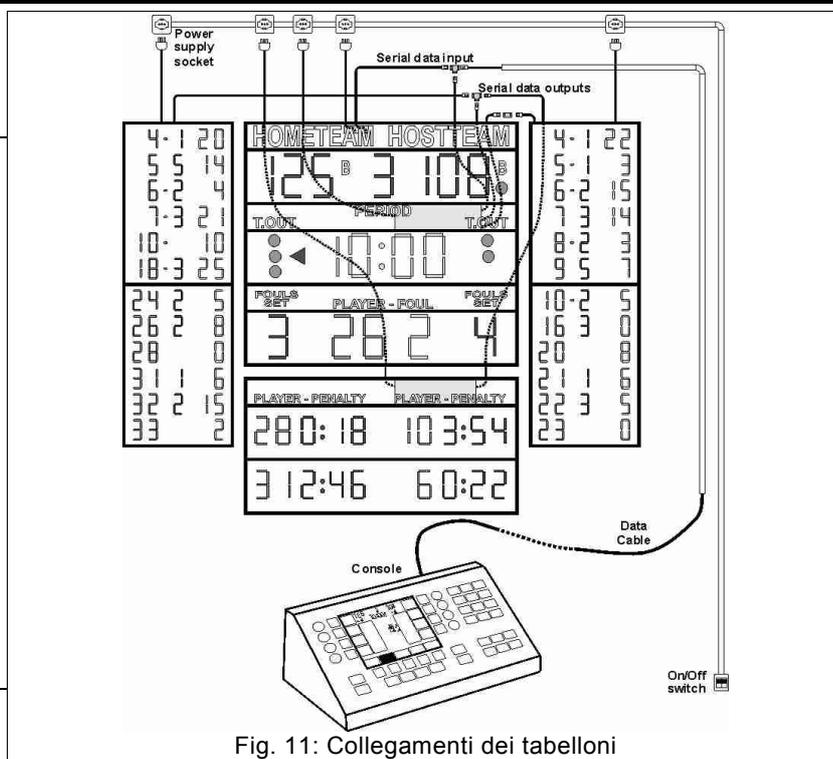

Fig. 11: Collegamenti dei tabelloni
Ogni tabellone viene fornito di cavo di alimentazione con spina. Per una facile accensione e spegnimento del tabellone, consigliamo di predisporre una presa di alimentazione appena sopra al tabellone (vedere esempio in Fig. 11), quindi comandare tale presa tramite un interruttore dedicato montato in posizione facilmente accessibile; ciò per spegnere il tabellone quando non in uso e consentire di risparmiarne il consumo e l'usura inutili.
La Fig. 11 mostra una configurazione con il tabellone centrale, quelli laterali per i falli e i punti dei giocatori, oltre che quello inferiore per la visualizzazione dei tempi di penalità.
2. Mediante l'apposito adattatore, collegare i pannelli di visualizzazione dei falli/punti dei giocatori ad uno dei due cavi seriali "SERIAL DATA OUTPUT" provenienti dal tabellone centrale (Fig. 11).